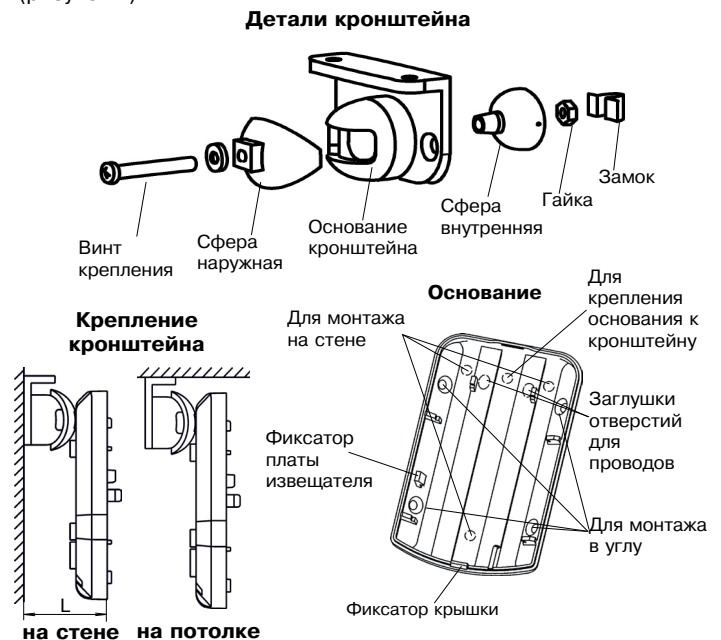

Рисунок 2 — Основание извещателя и кронштейн
- Снимите крышку извещателя, отжав при помощи отвертки фиксатор, расположенный в нижней части основания извещателя (рисунок 2).
- Просверлите в основании корпуса отверстия (рисунок 2), которые будут использоваться для прокладки проводов и крепления извещателя.
1. После закрепления извещателя на кронштейне повернуть корпус извещателя в вертикальной плоскости, в соответствии с выбранной высотой установки, отмерив расстояние (L) от стены до края основания при снятой крышке (рисунок 2, таблица 3).